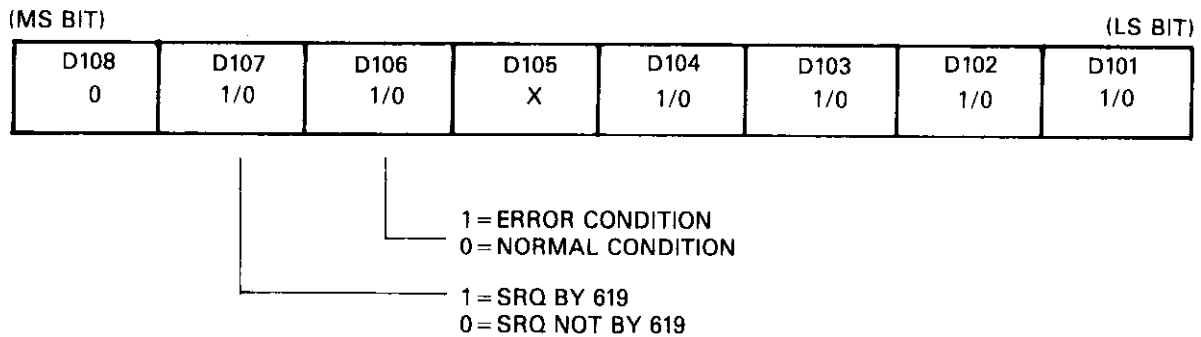

Figure 2-11. Status Byte
3. Status Byte (see Figure 2-11).